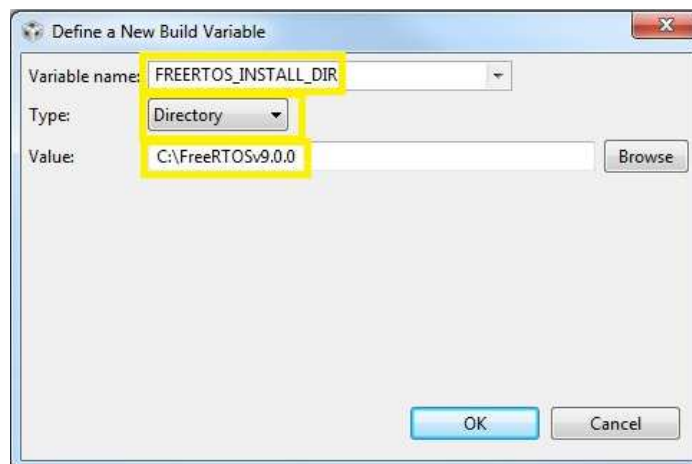

图 17. 安装 CCS™ - FreeRTOS 支持
3. 在变量名称 (Variable name) 字段填入 `FREERTOS_INSTALL_DIR` (请参见图 17)。
5. 按下浏览 (Browse) 按钮，在值 (Value) 字段中填入 `<FREERTOS_INSTALL_PATH>`，然后按下确定 (OK)。